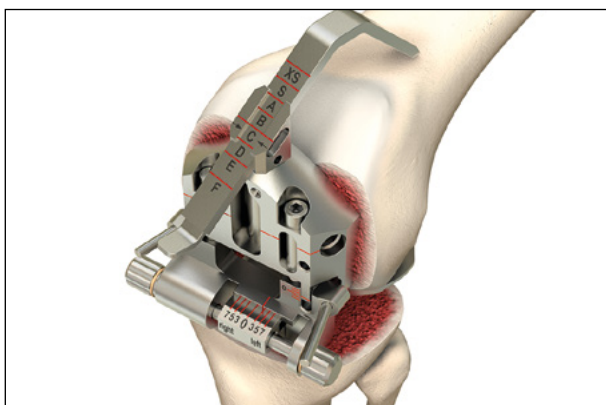

Fig. 20 La taille du fémur est déterminée à l'aide du palpeur fémoral ventral
- La taille du fémur est déterminée avec le palpeur antérieur placé sur l'éminence la plus élevée de la métaphyse fémorale (fig. 20)